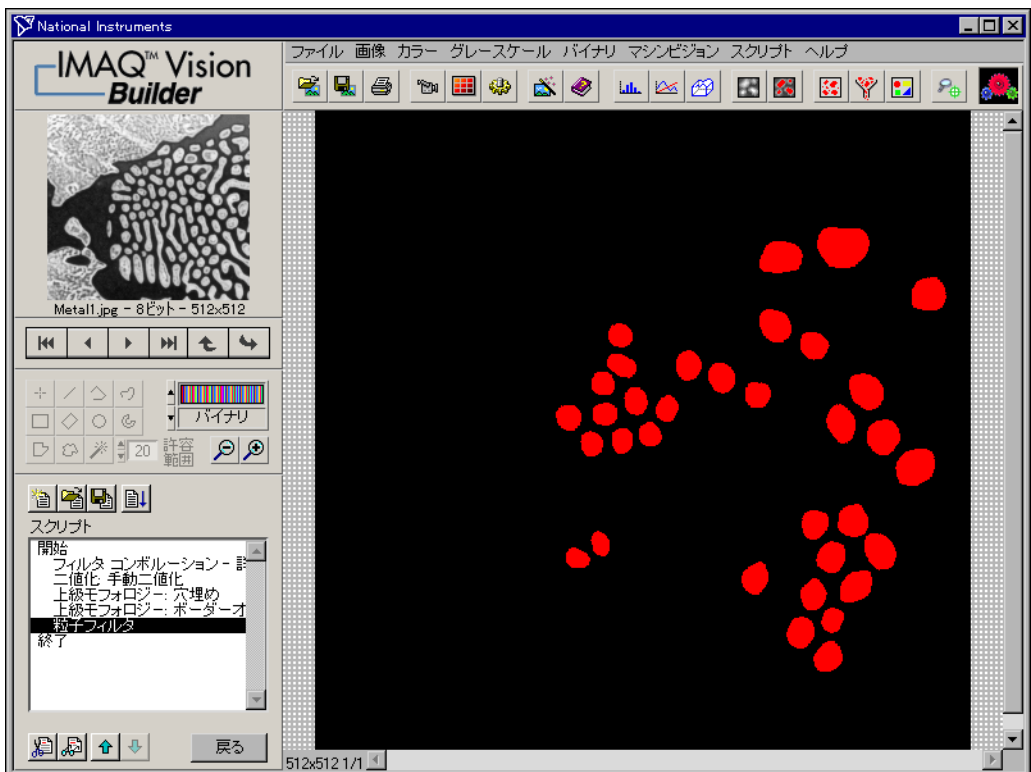

図 3-5 円形粒子を分離する
5. **OK**をクリックして、この手順をスクリプトに追加します。この時点では、図 3-5 のように、画像には円形粒子のみが含まれます。